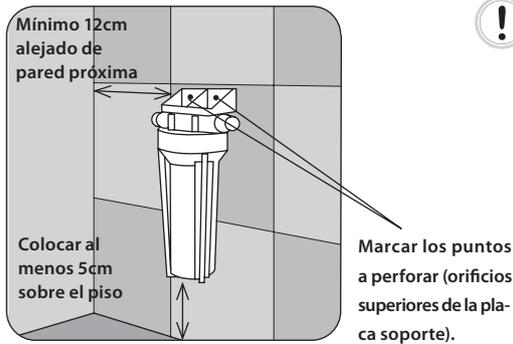

Fig. 15
1. Presentar el purificador en el lugar elegido para su instalación. (Ver Fig. 15).